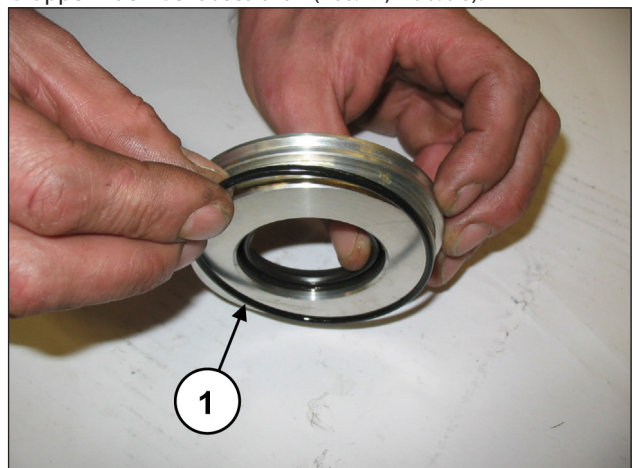
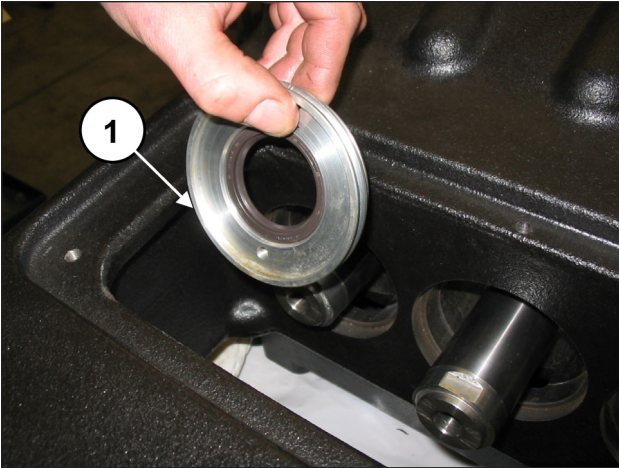

Abb. 95
Abb. 96
Setzen Sie den O-Ring (Pos. ①, Abb. 95) in die Aufnahme des Ölabbstreifring-Deckels ein und bringen Sie die montierte Gruppe in den Gehäusesitz an (Pos. ①, Abb. 96).